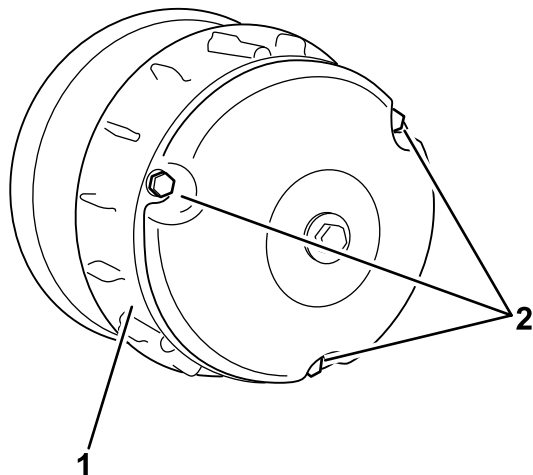

Figure 50
- Retirez les trois boulons qui fixent le couvercle de l'embrayage et déposez le couvercle (Figure 50).
- Posez le couvercle d'embrayage et fixez-le avec les 3 boulons (Figure 50) que vous avez retirés à l'opération 2.